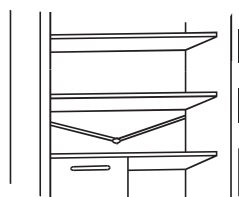

Fig.20
- Faire en sorte que la conduite d'évacuation de l'eau (fig.20) dans le compartiment réfrigérateur reste propre, pour éviter qu'il y ait de l'eau à l'intérieur.